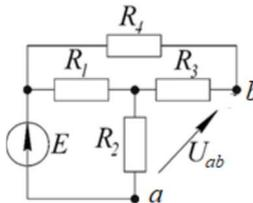

Рис. 11. Конфигурация электрической цепи к задаче 3
**Задача 3.** Для заданной электрической цепи (рис. 11) определите напряжение  $U_{ab}$ , если  $E = 45 \text{ В}$ ,  $R_1 = 30 \text{ Ом}$ ,  $R_2 = 20 \text{ Ом}$ ,  $R_3 = 1 \text{ Ом}$ ,  $R_4 = 5 \text{ Ом}$ .